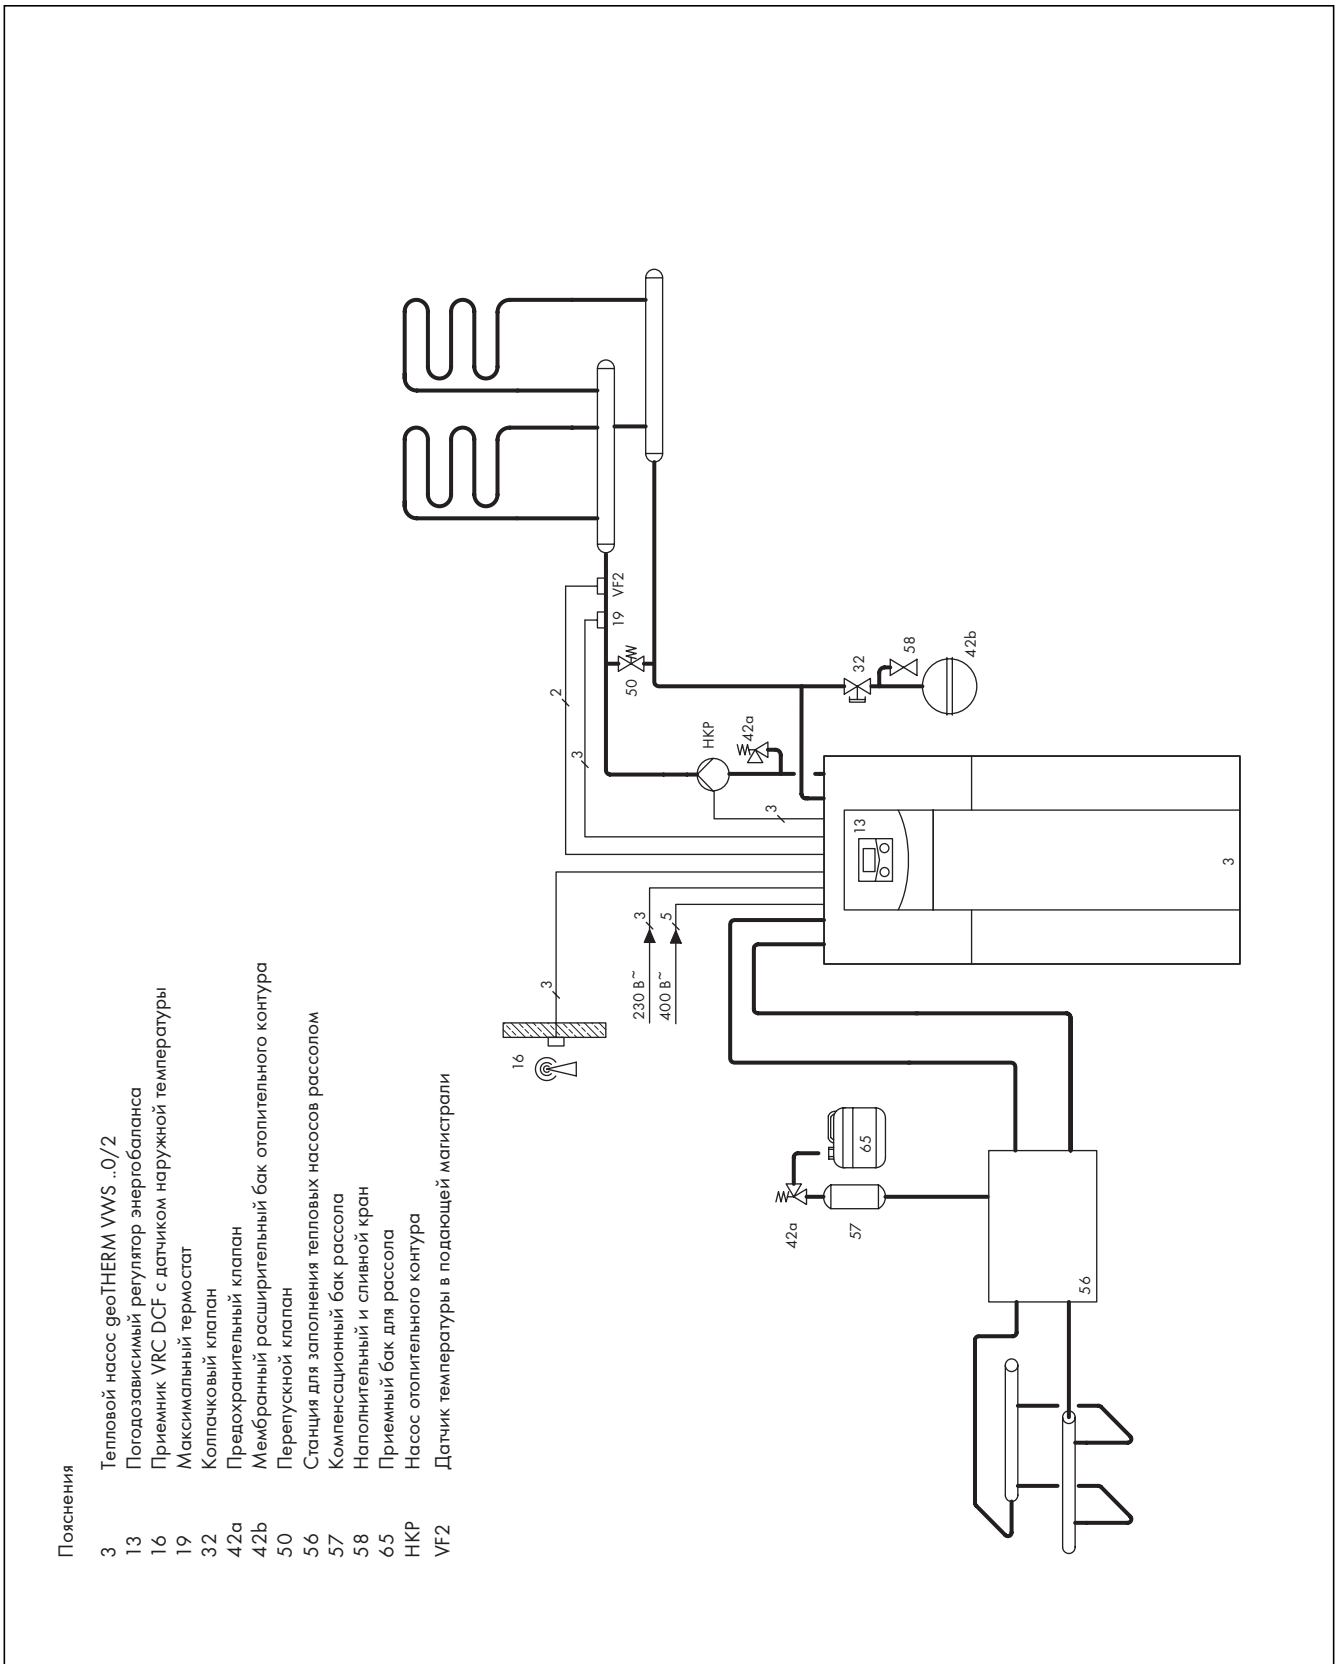

Рис. 5.2 Пример гидравлической схемы: прямой режим отопления
- Если вы не используете опциональное сопутствующее оборудование, а именно станцию для заполнения тепловых насосов рассолом (56) (→ Рис. 5.2), установите отдельные компоненты гидравлической системы в соответствии с (→ Рис. 5.9).